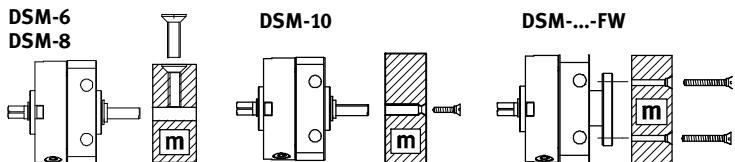

Fig. 5
- 请您将工作负载移动至输出轴上（动力输出轴/法兰轴）(Fig. 5)